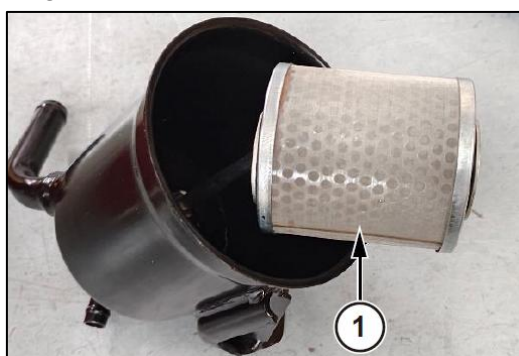

Fig. 313 : RETIRER L'ÉLÉMENT FILTRANT
8. Retirer l'élément filtrant (1) sur la Fig. 313 du corps du réservoir.